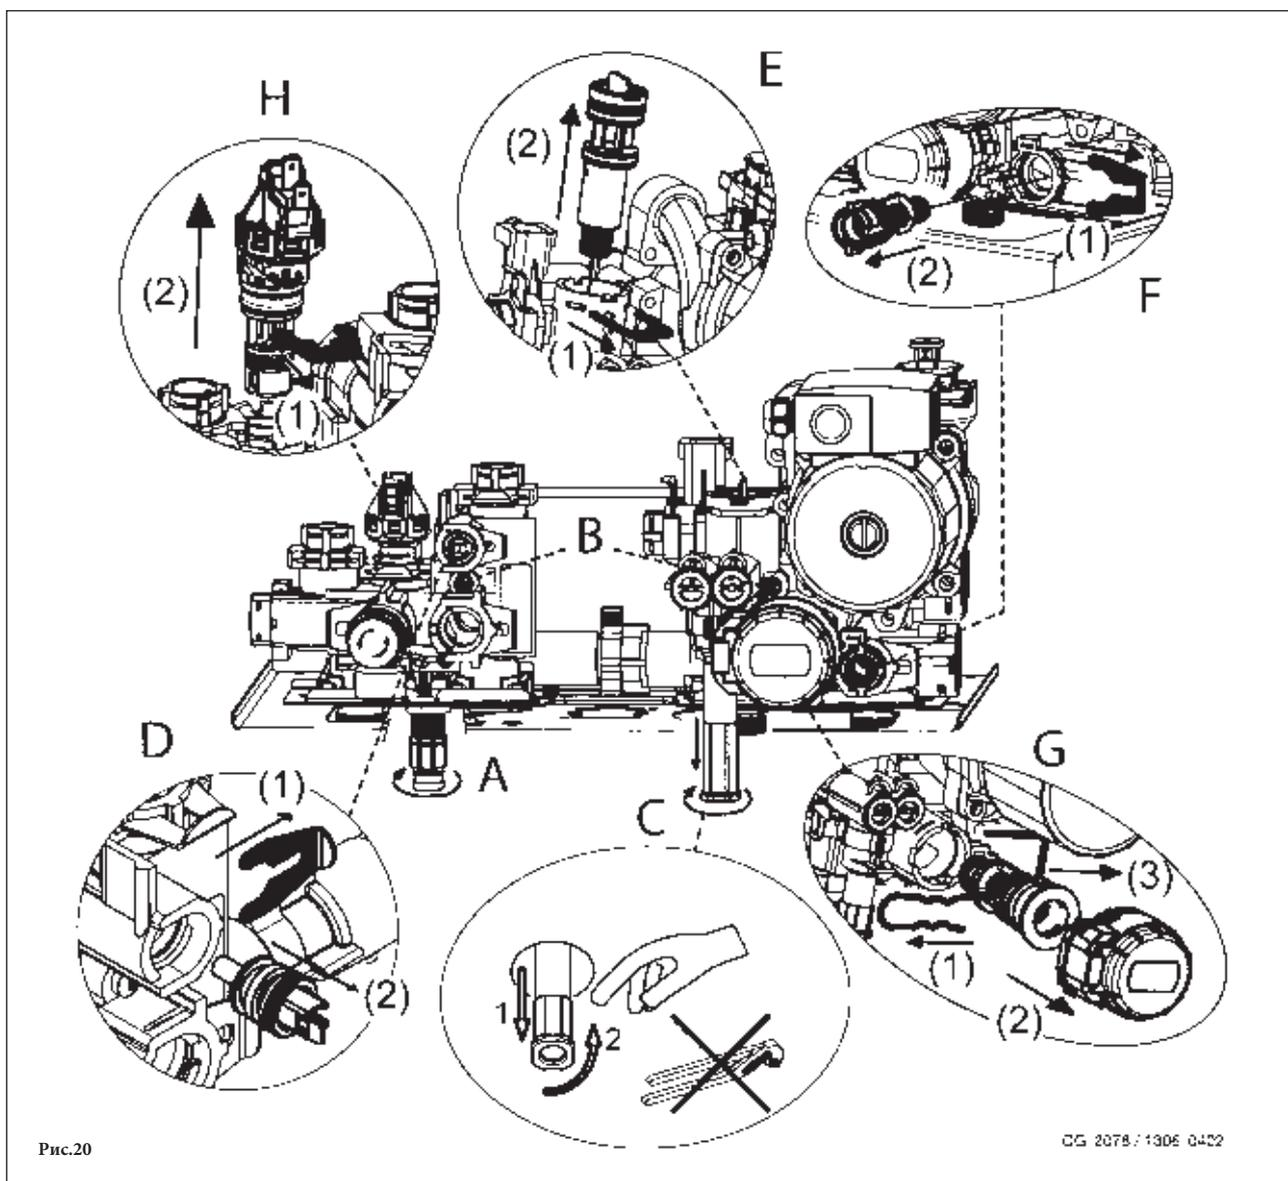

Рис.20
Фильтр на входе холодной воды системы ГВС и фильтр на обратке системы отопления располагаются внутри специальных съемных картриджей. Картридж с фильтром системы отопления располагается на возврате из системы (рис.20 F). Для очистки фильтров действовать следующим образом:
- слить воду из системы отопления, открыв кран А (рис.20);
- для того, чтобы вынуть картридж с фильтром системы отопления, необходимо вначале снять мотор трехходового клапана (1-2G – рис.20);
- Снять зажим 1E (рис.20);
- Снять фильтр (2E рис.20).
- отвинтите два винта (прямо перед вами), крепящие теплообменник ГВС, и выньте его (рис.20 В).